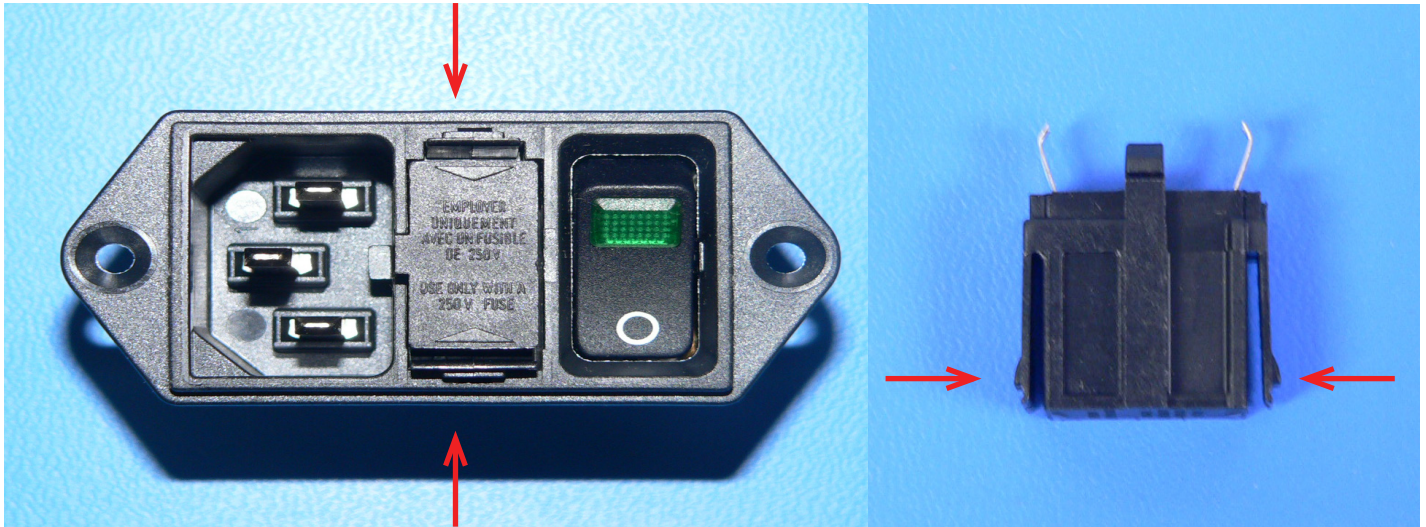

Figura 18: Linguette della scatola dei fusibili
- Utilizzando le pinze ad ago, estrarre con attenzione la scatola dei fusibili dal modulo di ingresso dell'alimentazione, premendo le linguette della scatola dei fusibili nelle fessure, come mostrato nella Figura 18.